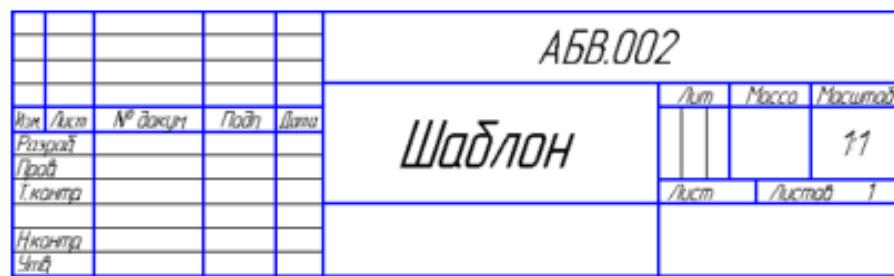

Рисунок 2.
- Войдите в режим редактирования основной надписи, заполните графы Обозначение и Наименование (рис. 2).